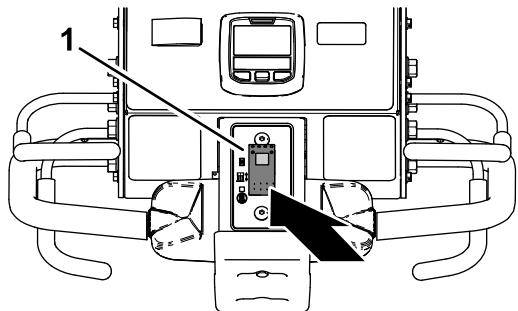

Рисунок 93
- Нажмите нижнюю часть переключателя управления быстрым опусканием (Рисунок 93) в положение БЫСТРОГО ОПУСКАНИЯ БЕЗ ЗАДЕРЖКИ.